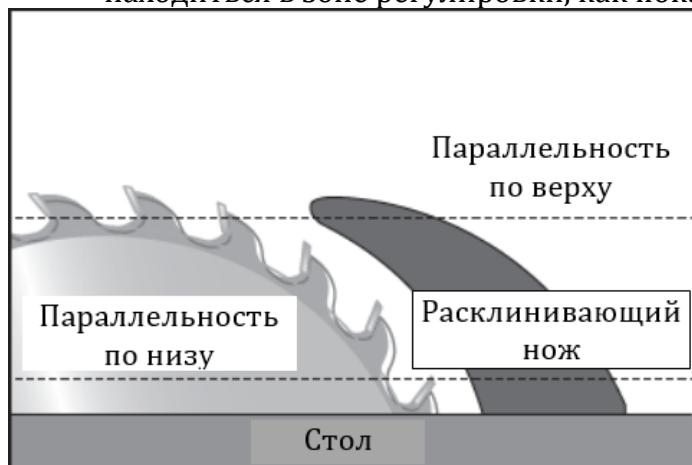
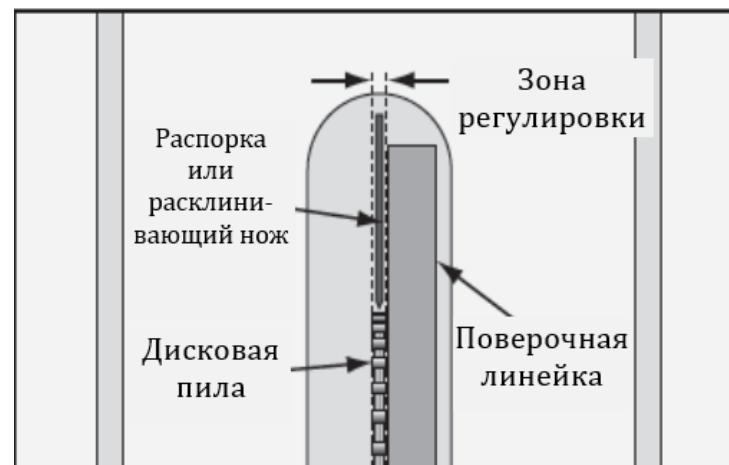

Рис. 35. Проверка параллельности по верху и низу расклинивающего ножа относительно пилы
Рис. 36. Зона регулировки распорки или расклинивающего ножа
4. Положить поверочную линейку по верху и низу пилы, и распорки или расклинивающего ножа, как показано на рис. 35. Распорка или расклинивающий нож должен быть параллелен дисковой пиле по её длине в обоих положениях и должен находиться в зоне регулировки, как показано на рис. 36.